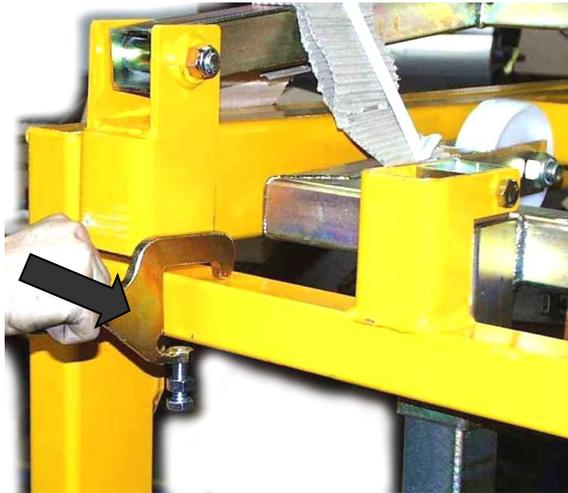
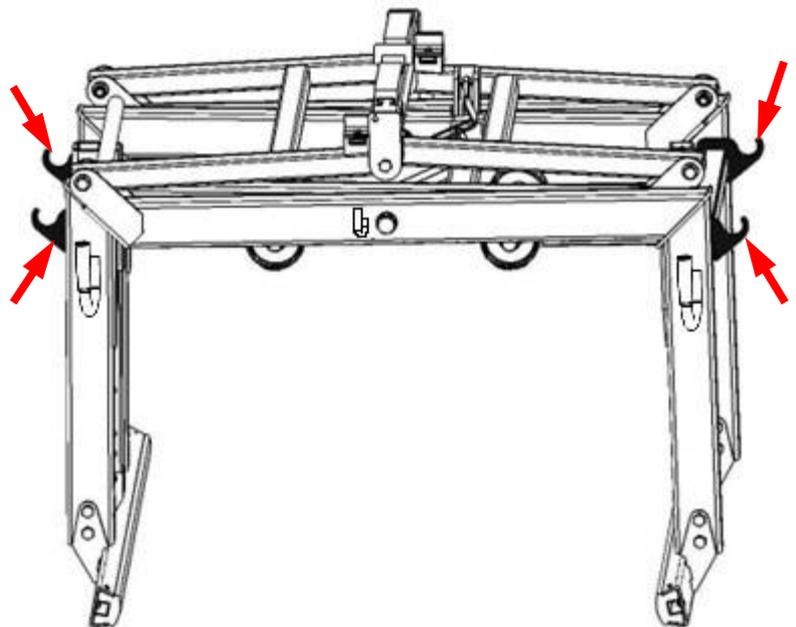

Abb. 1
Abb. 3
1.) Alle 4 Netzhalterungen jeweils seitlich am Gerät einhaken. (siehe Abb. 1 + Abb. 3)